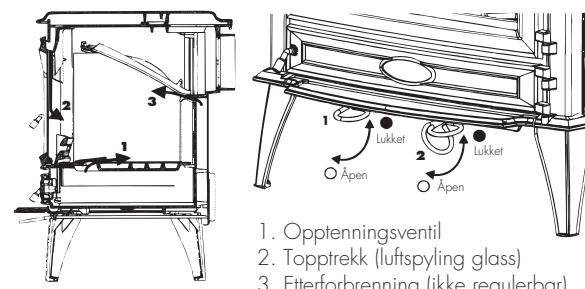

Fig. 5 Betjening av trekkregulering med prinsippskisse av forbrenningsluft
Betjening av trekkregulering se fig. 5 på side 5. Bruk trekkventilene til å regulere varmeeffekten. Trekkventilen (1) (oppsteningstrekk) under askeleppen tilfører den nødvendige undertrekken ved opptenning. Denne ventilen bør stenges etter ca. 10 - 15 min. (avhengig av trekkforhold), eller når det er normal god fyr i ovnen.